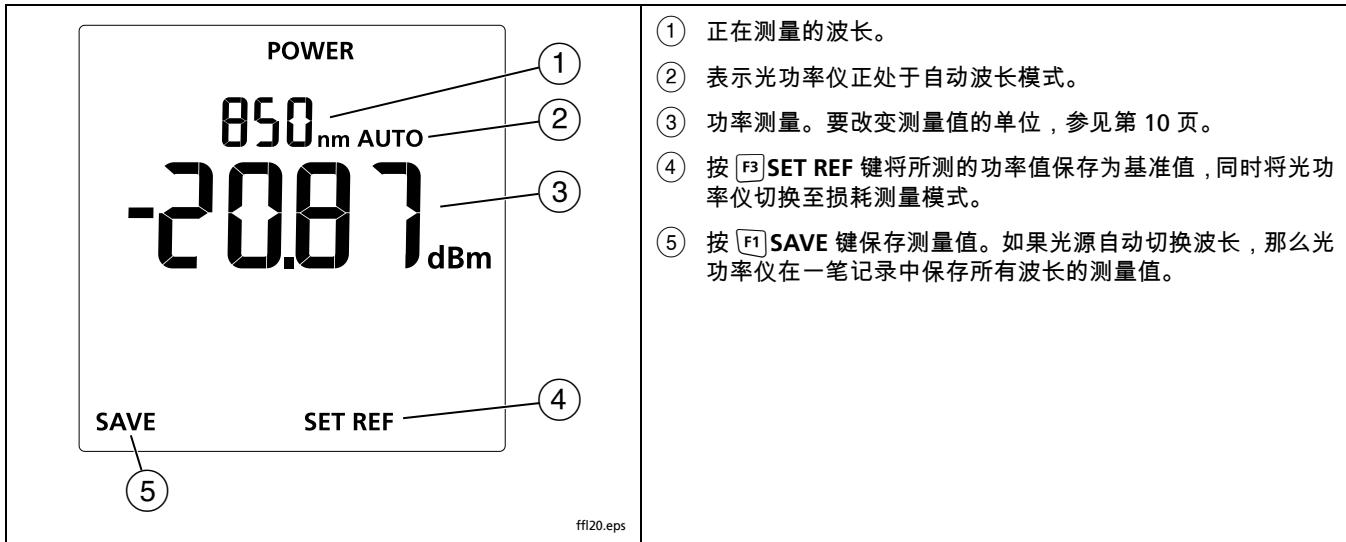

图 8. 功率测量的屏幕显示
- 2 长按光功率仪上的 **MODE** 键，直至出现 **POWER**，如图 8 所示。
5 长按光功率仪上的  键直至 POWER 出现（参见第 21 页图 8）。